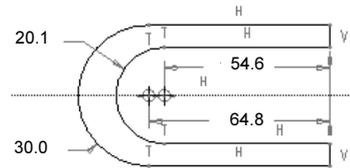

图 2.14.9 移动尺寸至合适的位置
Step 2 移动尺寸至合适的位置，此时图形如图 2.14.9 所示。